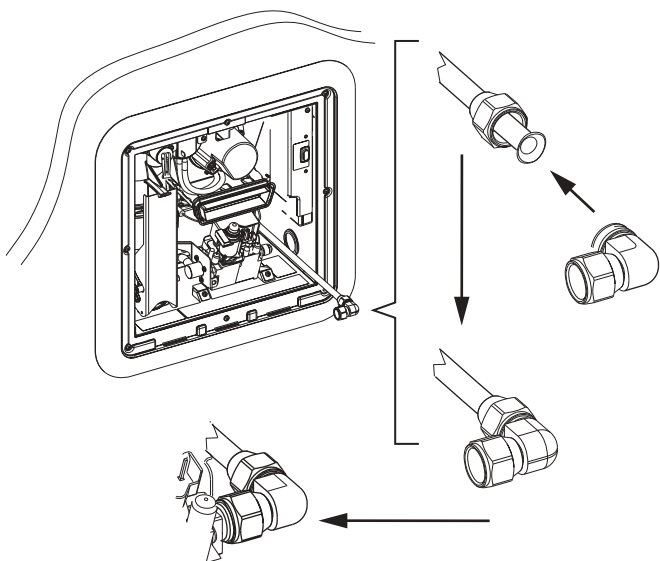

Fig. 29
- Monte la unión de codo (estilo abocinado SAE 45°) en el tubo de gas en la dirección mostrada (vea la Fig. 29).